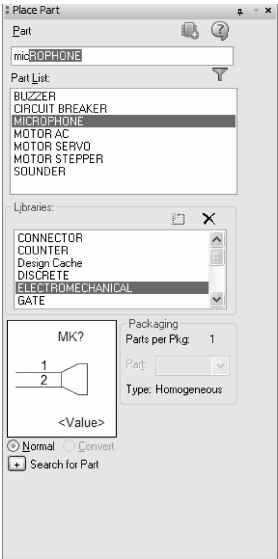

图 6-148 选择话筒元件
5) 放置话筒元器件。在“Place Part (放置元件)”面板中选择“ELECTRO MECHANICAL. olb (电机类元件库)”，在元器件过滤列表框中输入“micROPHONE”，在元件预览窗口中显示符合条件的元器件，如图 6-148 所示。将元器件放置到图样空白处。